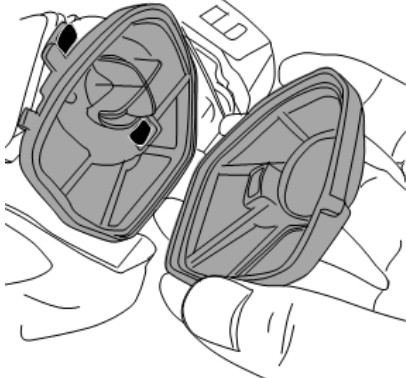

Abb. 32
- Trennen Sie die beiden Hälften (Abb. 32).